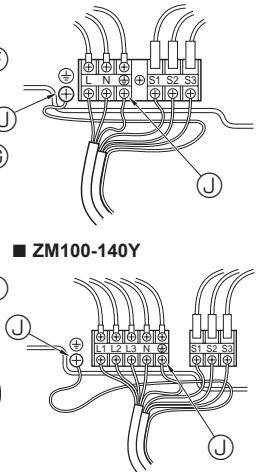

Fig. 6-2
6.1. Зовнішній блок (Fig. 6-1, Fig. 6-2)
① Зніміть експлуатаційну панель.
② Проводи та кабелі, зображені на Fig. 6-1 та Fig. 6-2.